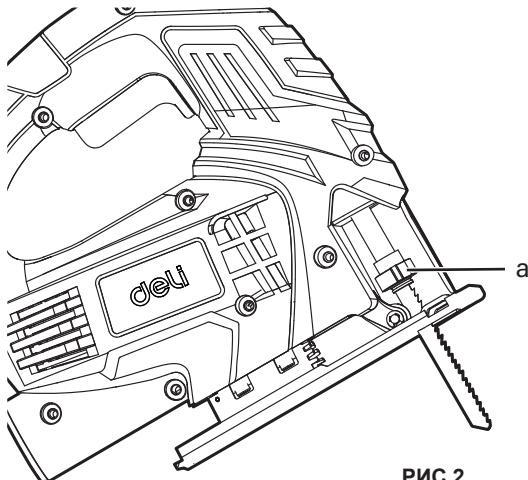

РИС.2
**Важно!** Перед началом сборки и регулировки необходимо отключить инструмент от сети. **Замена полотна** (см. рис. 2)